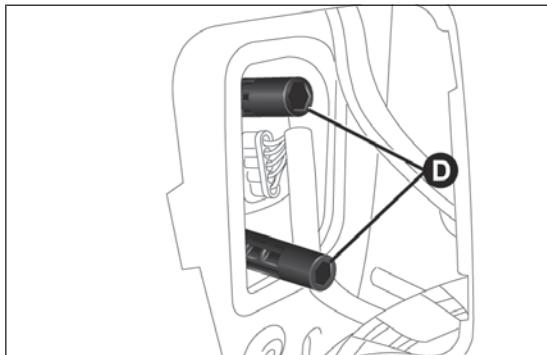

fig. 183
- mediante la chiave a brugola A svitare i dispositivi di fissaggio D fig. 183 del gruppo ottico posteriore;